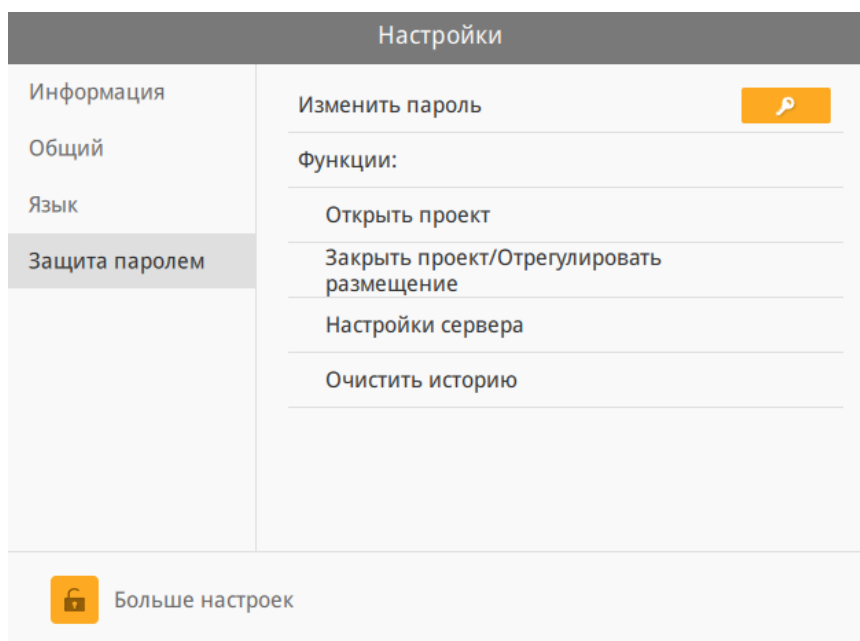
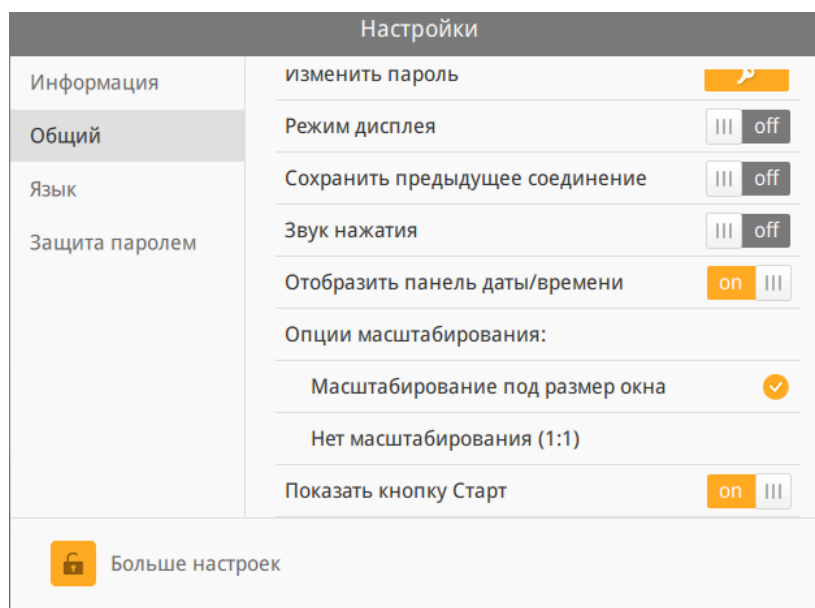

Рисунок 137 – Вкладка настроек «Защита паролем»
Рисунок 138 – Дополнительные функции вкладки настроек «Общий»
После авторизации появляется дополнительная вкладка настроек «Защита паролем» (рисунок 137), а также дополнительные пункты во вкладке «Общий» (рисунок 138).
- Режим дисплея (рисунок 138);